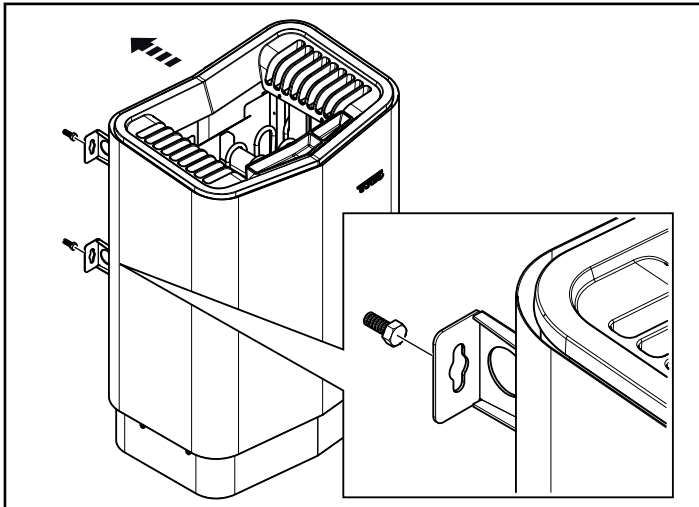

Рисунок 19: Навесьте нагреватель.
1. Навесьте нагреватель на винты (см. Рис. 19).